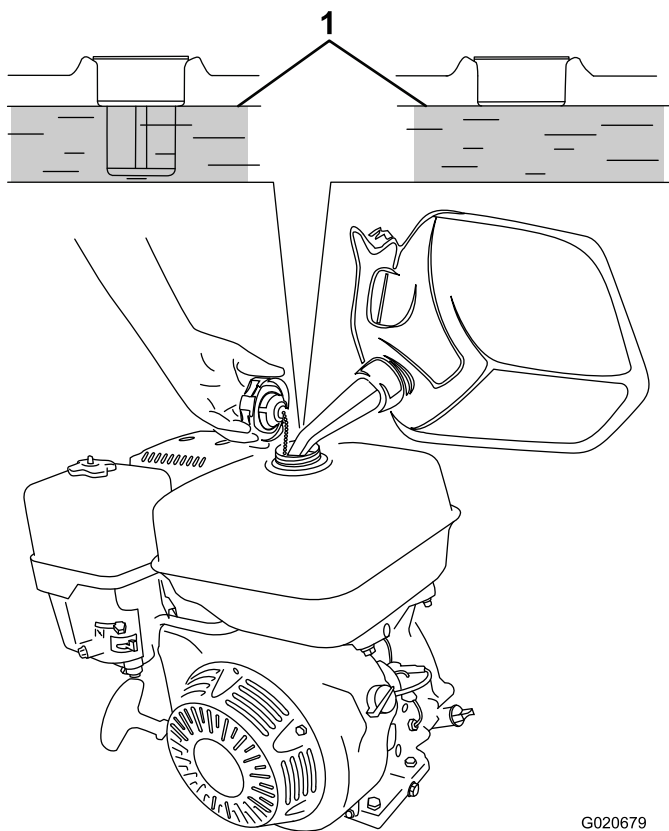

Figure 34
3. Versez de l'essence dans le réservoir de carburant jusqu'à ce que le niveau atteigne le bas du niveau maximum, comme montré à la Figure 34.